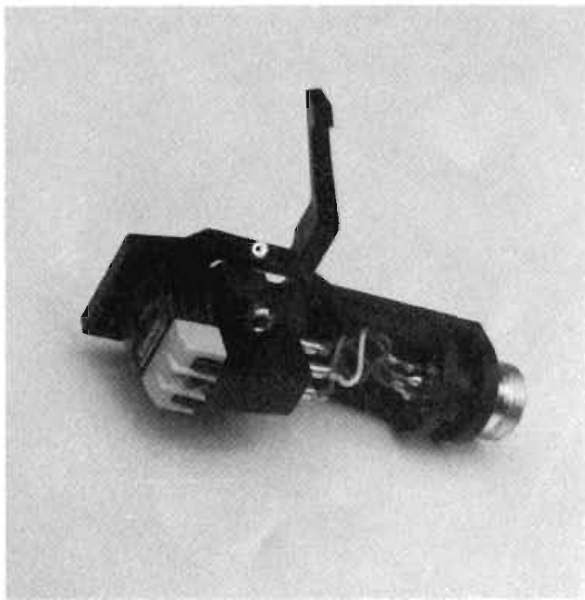
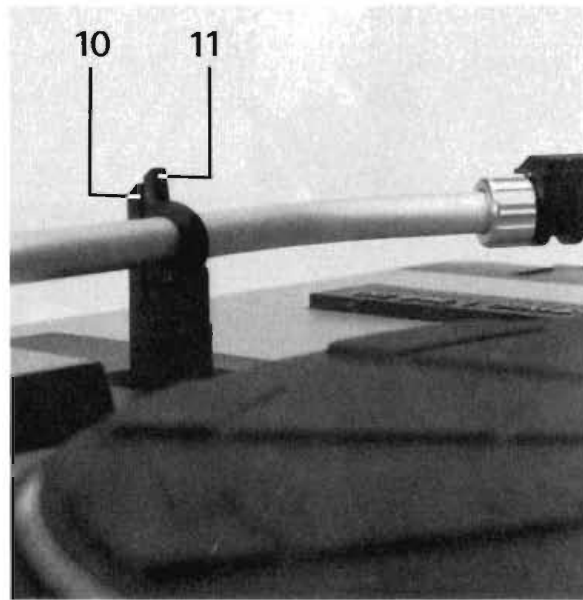

Fig. 4
Fig. 5
Um die Nadel vor Beschädigungen zu schützen, klappen Sie bei den folgenden Einstellarbeiten den Nadelschutz (22) am Tonabnehmersystem (23) über die Nadelspitze (Bild 4). Lösen Sie die Tonarmklammer (11), indem Sie die Spitze zum Plattenteller hin wegdrücken (Bild 5).
To protect the stylus tip (fig. 4) during the following adjustment work cover it with the protective cap (22) on the cartridge (23). Loosen the tone arm clip by pressing its tip in the direction of the turntable platter (fig. 5).